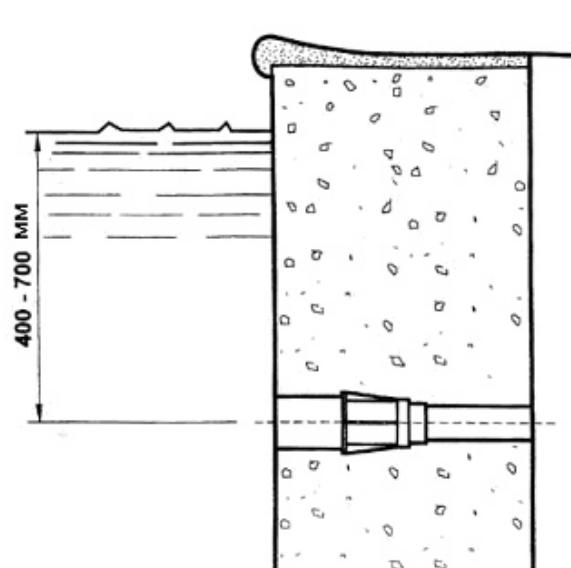

Рис. 2
1. Установите в стене бетонного бассейна проходной канал (номер по каталогу 00324) на 400 - 700 мм ниже уровня воды (рис. 2).